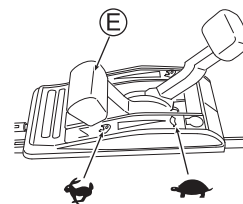

Fig. 13
- Verifique se há alguma pessoa atrás de você ao puxar a manopla de partida (V).
- Segure firmemente a manopla de partida (V) ao puxá-la.
- Retorne lentamente a manopla de partida (V).
- 5 Aqueça a máquina antes de usá-la. Depois que o motor estiver aquecido, comece a cortar colocando a alavanca do acelerador (E) em " ". (Veja a fig. 13)